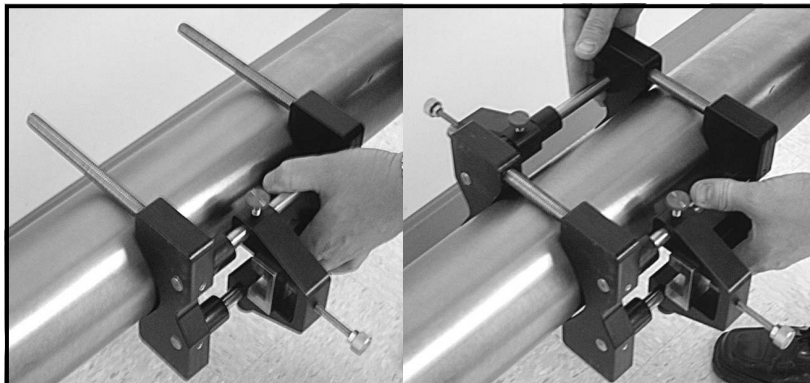

Рис. 22. Монтаж двух половин зажимного приспособления
1. Наденьте половину зажимного приспособления с резьбовыми стержнями на трубу, как показано на *Рис. 22* ниже. Задайте ей положение, соответствующее 3 часам на циферблате относительно горизонтального трубопровода.
2. Наденьте ответную часть приспособления на резьбовые стержни в положение на 9 часов. На *Рис. 22* ниже показаны две смонтированные половины.